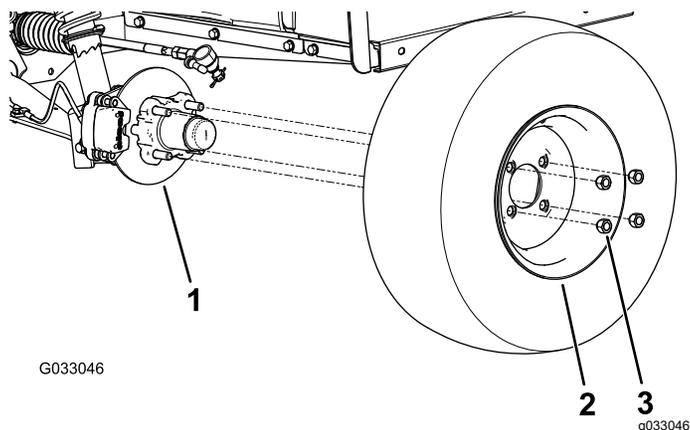

Figura 30
2. Retire as 4 porcas de rodas que prendem a roda ao cubo (Figura 30).
4. Alinhe os orifícios na roda com os pinos do cubo e monte a roda no cubo com a haste da válvula para fora (Figura 30).
5. Prenda a roda ao cubo utilizando as porcas das rodas (Figura 30).